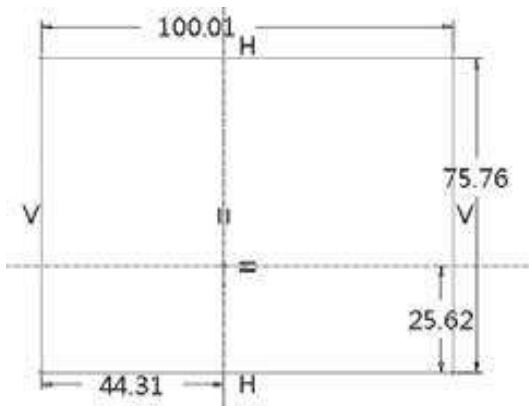

图1-10 绘制任意矩形
Step 14 单击“矩形”按钮矩形，任意绘制一个矩形，单击鼠标中键，如图1-10所示。